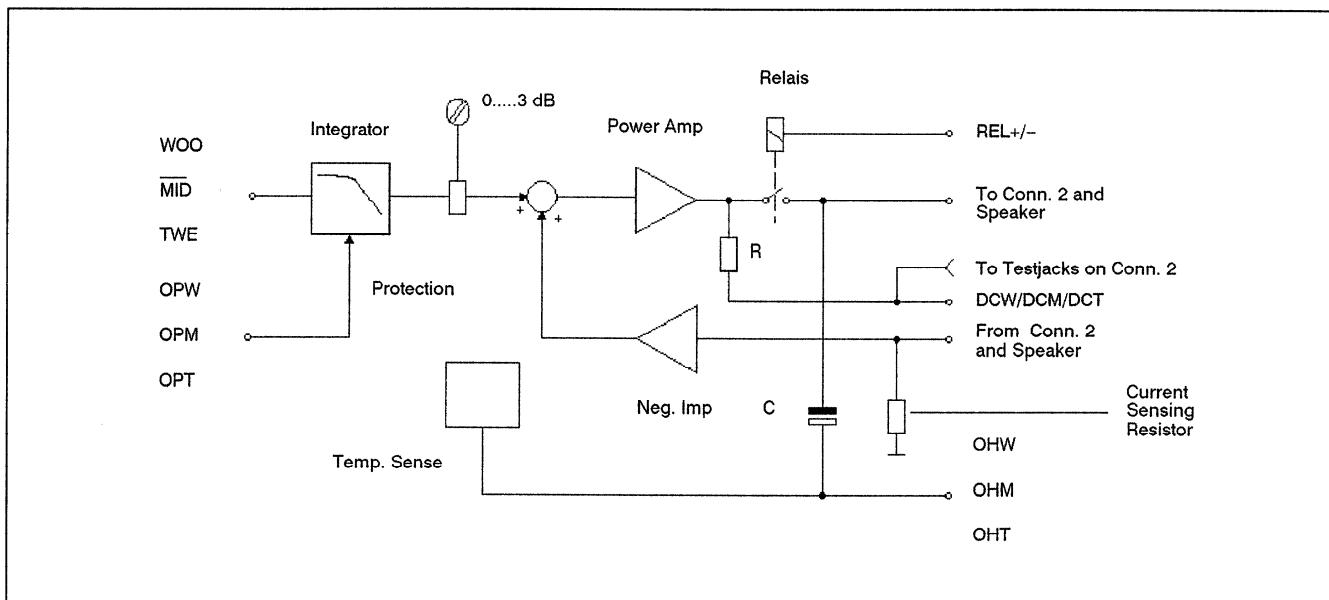

Fig. 3.4
- Temperatur- und Ausgangsüberspannungsschutz werden aus Platzgründen über Kondensator "C" zusammengekoppelt (OHW / OHM / OHT). Fig. 3.4.
- "R" schützt den Verstärker vor Kurzschlüsse an den Prüfbuchsen und liefert gleichzeitig das Gleichspannungsüberwachungssignal (DCW / DCM / DCT). Fig. 3.4.